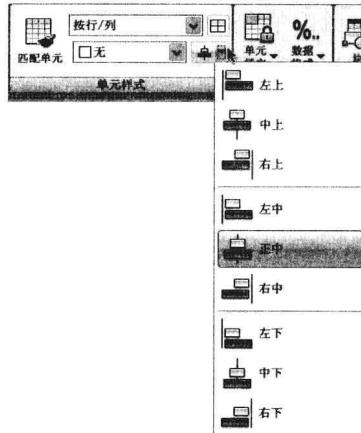

图 5-3-18
(10) 在“单元样式”面板中单击“对正”按钮 \square ，在弹出的列表中选择“正中”，如图 5-3-18 所示。